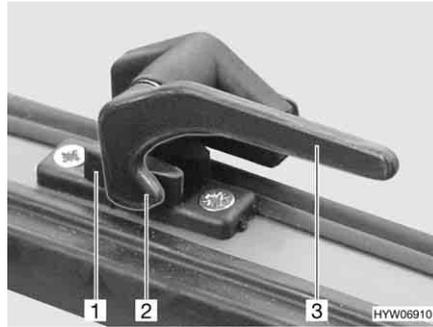

Fig. 70 Palanca de bloqueo en la posición de "cerrado"
- Girar todas las palancas de bloqueo (Fig. 70,3) un cuarto de vuelta hacia el centro de la claraboya.
- Girar todas las palancas de bloqueo (Fig. 70,3) un cuarto de vuelta hacia el marco. El saliente de bloqueo (Fig. 70,2) se encuentra en la cara interior del bloque de la claraboya (Fig. 70,1).
- En la posición "cerrada fijamente" (Fig. 70)